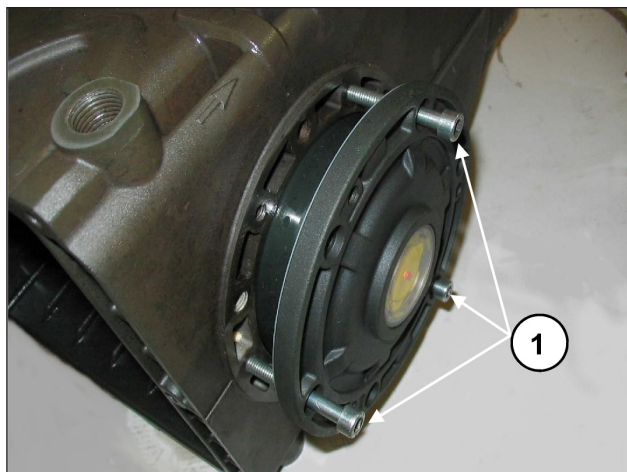
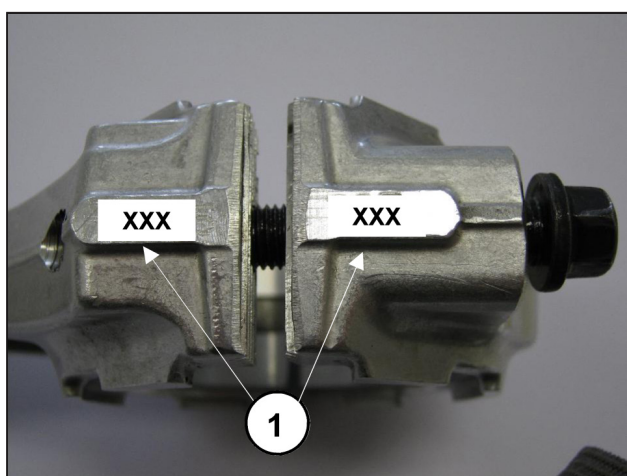

图8
图9
为了便于第一部分的注油和盖子在泵壳的插入，建议使用3个部分螺纹的M6×40螺丝(图8, ①)，然后通过随附螺丝(M6x18)完成操作。
- 将连杆帽连接到相应连杆柄，注意编号 (图9，部件号①)。
拆除侧盖后，如2.1.1一节所示，从相应盖上拆除轴承外环螺母，从轴的两端拆除内环螺母连同轴承的剩余部分，可利用一个普通的“尖冲头”或之类工具，如图8和图9所示。